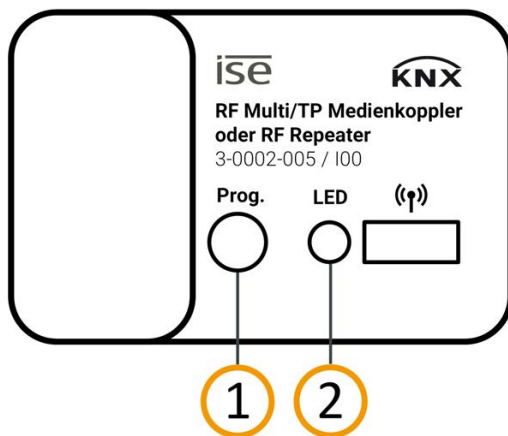

Abbildung 14: Programmierung
1. Drücken Sie kurz die Programmier­taste (siehe Abbildung 14, Pos. 1).
Die Status-LED (siehe Abbildung 14, Pos. 2) leuchtet rot.